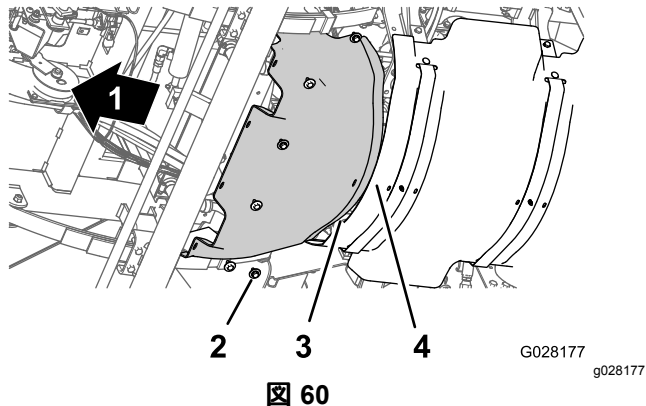

図 60
1. 前側防熱シールドの後部フランジを後防熱シールドの前側フランジに合わせる 図 60。
2. 前側防熱シールドの穴を、シャーシのねじ穴に合わせる 図 60。
3. 前側防熱シールドを機体に固定するソケットボルト6本とワッシャ6枚 図 60 ステップ 前側防熱シールドを取り外す \(ページ 47\), 3 で外したものを使用する。